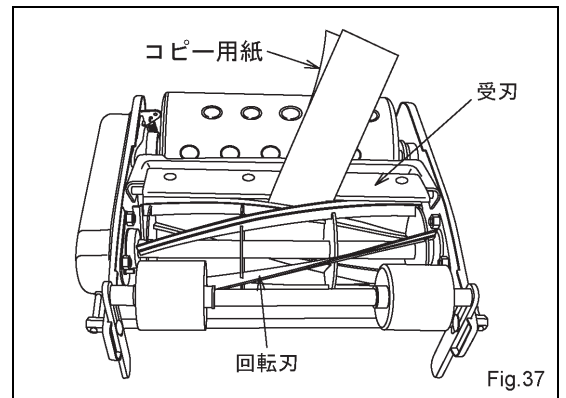

Fig.37
- (6) 必ず本機を通常の位置(受刃を下)に戻し、電池パックを電池ホルダーに差し込み、作動ボタンを押し込みながらスイッチレバーを操作してください。
- (7) しばらく回転するうちにコンパウンドが無くなり接触音が変わってきますので、スイッチレバーを戻します。リールの回転が停止したことを確認した後、電池パック2個を電池ホルダーより抜き、(4)~(6)の操作を数回繰り返してください。
- (8) 研磨作業が終わった後は、回転刃、受刃に付着したコンパウンド(研磨剤)のカスをきれいにふき取ってください。付着したままにしておくと取れなくなり、刃がサビたりして切れ味に影響します。
- (9) 研磨状態が完全であるかどうか調べる目安として、「回転刃と受刃の調整」(P.14 参照)の要領で回転刃、受刃との間にコピー用紙を2枚を重ねて入れ回転刃を手で軽く回してください。コピー用紙の1枚が切れればベストの状態です。(Fig.37)
- (10) 万一、誤って石・金属片・木片等の硬いものを回転刃にかみ込ませ、回転刃が欠けたり曲がったりした場合は、ラッピング研磨では修正できませんので、お買い求めの販売店へ修理を依頼してください。